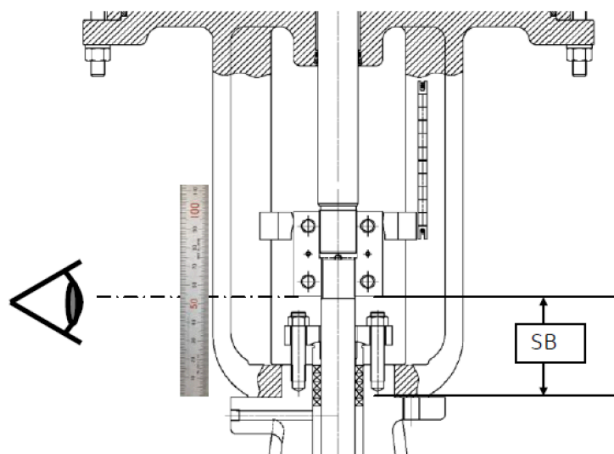

Рисунок 1 – Визуальный контроль разрезного хомута
5. Установите разрезной хомут так, чтобы зазор хомута на крышке располагался, как показано в Таблица 3. Если разрезной хомут не входит в зацепление с обоими штоками, то немного выдвиньте шток привода так, чтобы было обеспечено выравнивание и зацепление (Рисунок 1).